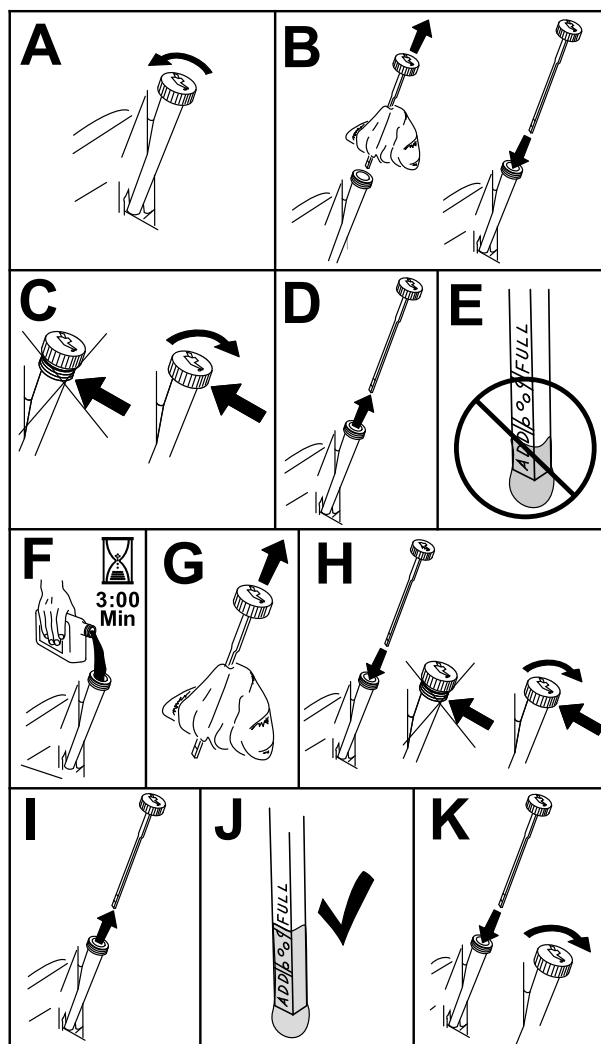

図 42
3. エンジン内部に異物が入らないように、オイルキャップやディップスティックの周囲をきれいにする **図 42**。